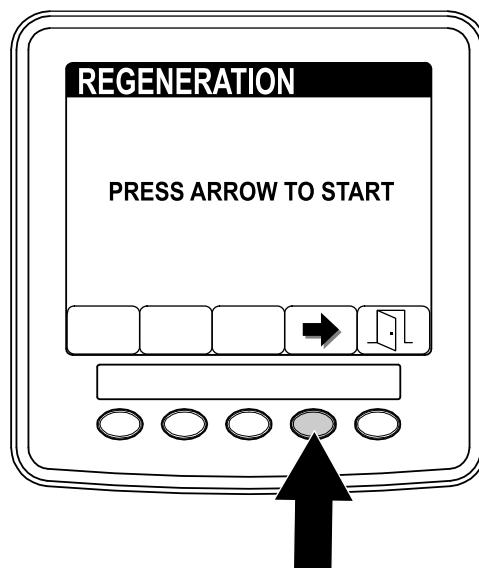

Рисунок 51
3. На экране регенерации нажмите кнопку 4, чтобы запустить процесс регенерации (Рисунок 51).